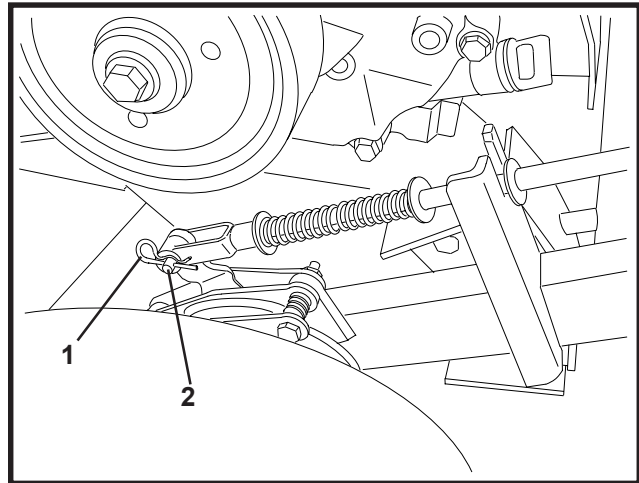

FIGURE 4
- Fixez la fourche sur l'orifice de montage supérieur du frein à l'aide de l'axe de chape et de la goupille d'assemblage. Vérifiez que la tige est positionnée sur la console comme le montre la Figure 4.